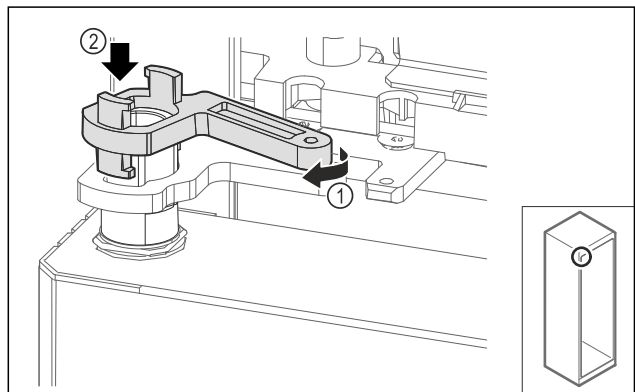

Fig. 66
- ▶ 稍稍转动托架的锁定机构 Fig. 66 (1)，接着套到轴套上 Fig. 66 (2)。